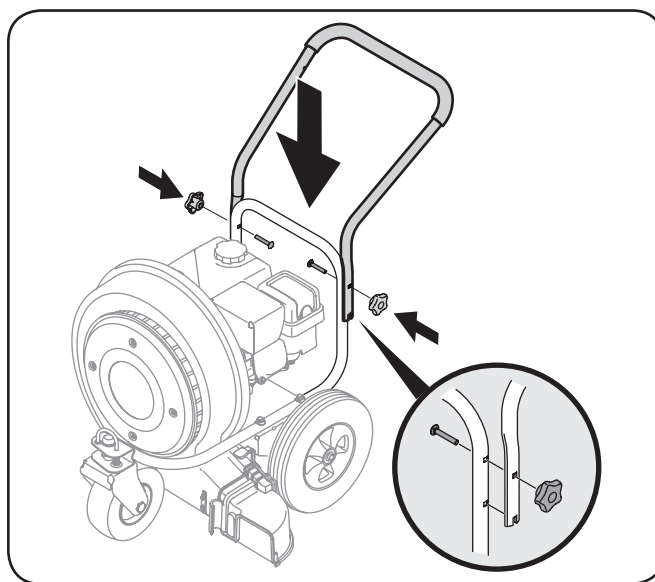

Figure 3-2
2. Placez la poignée supérieure sur la poignée inférieure en alignant les trous supérieurs et les encoches de métal de la poignée supérieure avec les trous supérieurs et inférieurs de la poignée inférieure. Voir Figure 3-2.
3. Fixez la poignée avec les boulons de carrosserie et les boutons étoile retirés à l'étape 1. Voir Figure 3-2.